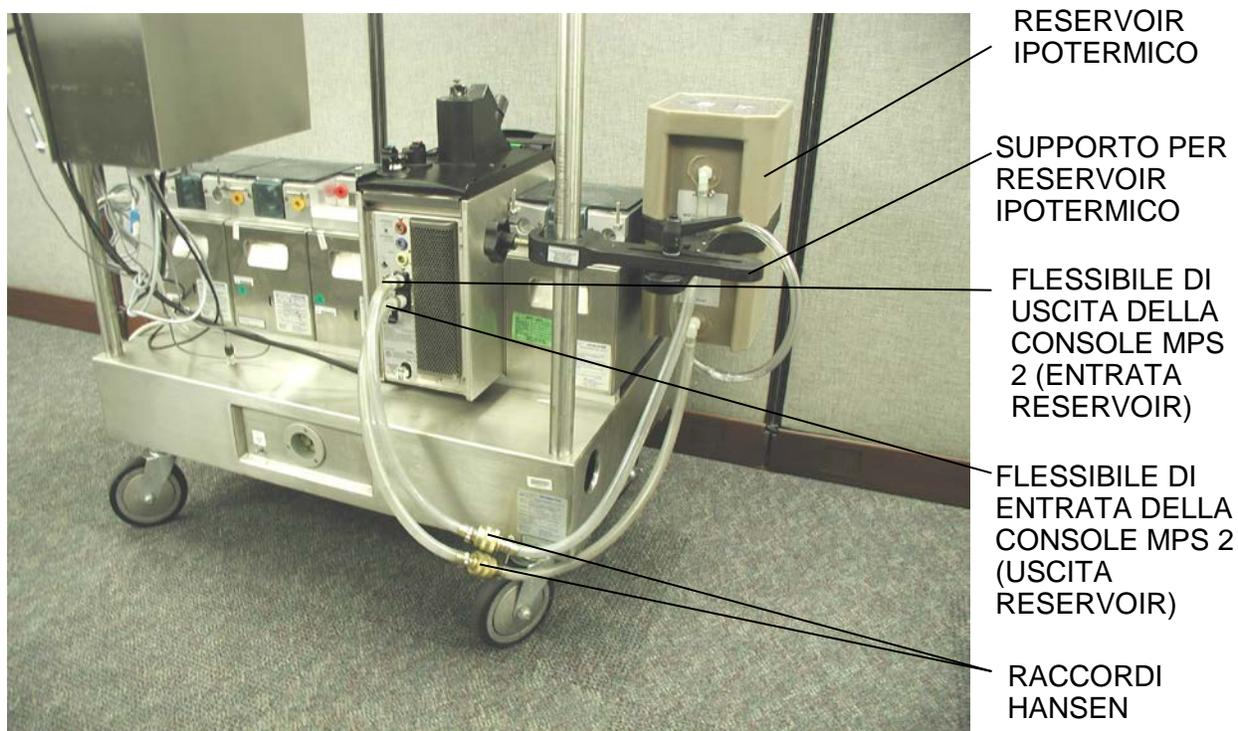

FIGURA 5-2
Nelle seguenti istruzioni sono riportati i passaggi necessari per installare la console MPS 2. Fare riferimento alla figura 5-2 come necessario.
8. Collegare e fissare questa sezione del flessibile dell'acqua alla porta di uscita del reservoir ipotermico e alla porta di entrata dell'acqua della console MPS 2 con le clampe fornite (figura 5-2).
11. Collegare e fissare questa sezione del flessibile dell'acqua alla porta di entrata del reservoir ipotermico e alla porta di uscita dell'acqua della console con le clampette fornite (figura 5-2).